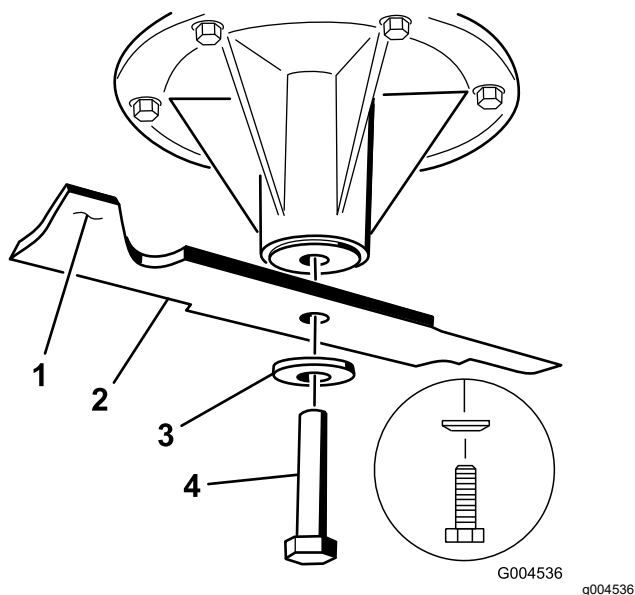

Figure 81
2. Enlevez de l'axe le boulon, la rondelle bombée et la lame (Figure 81).
1. Placez la lame sur l'axe (Figure 81).
2. Montez la rondelle bombée et le boulon de lame (Figure 81).